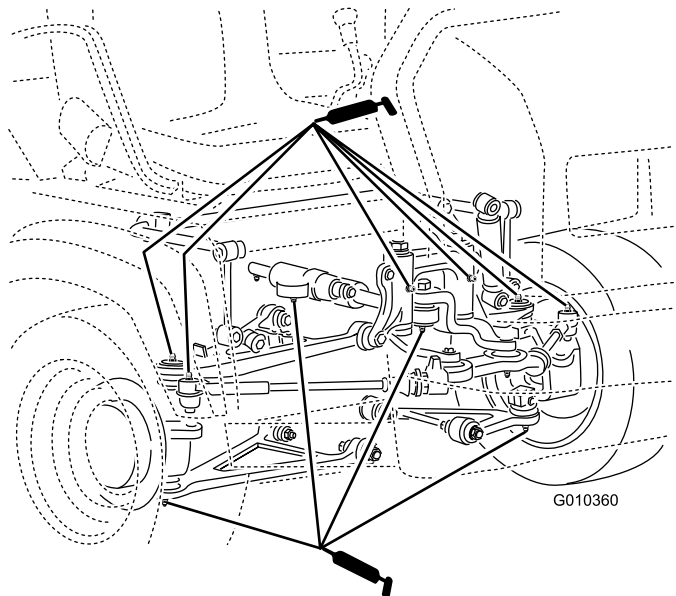

Figura 34
- Articulaciones esféricas (4), bielas (2), pivotes (2) y cilindros de dirección (2) (Figura 34)